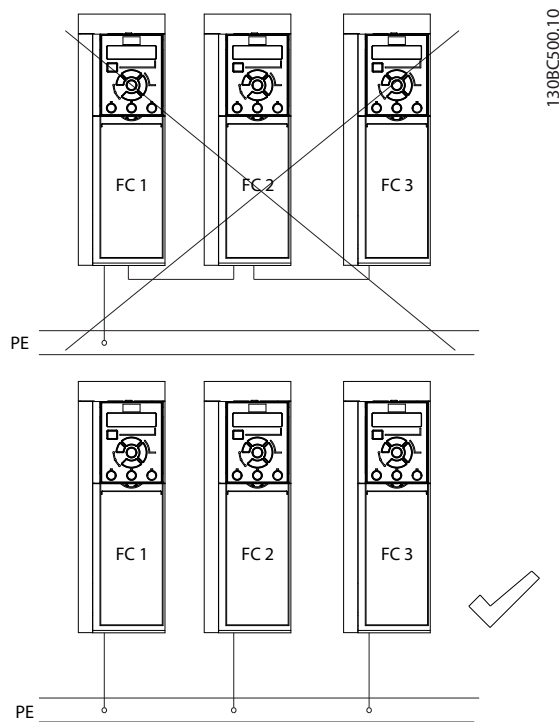

Рисунок 3.3 Принципы заземления
- Запрещается совместно заземлять несколько преобразователей частоты с использованием последовательного подключения (см. *Рисунок 3.3*)